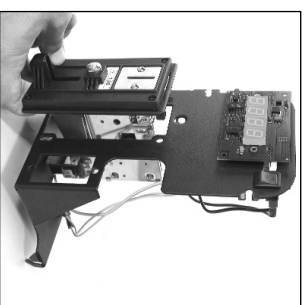

fig. 3
3. Applicare la gettoniera sul supporto basculante (fig. 3).